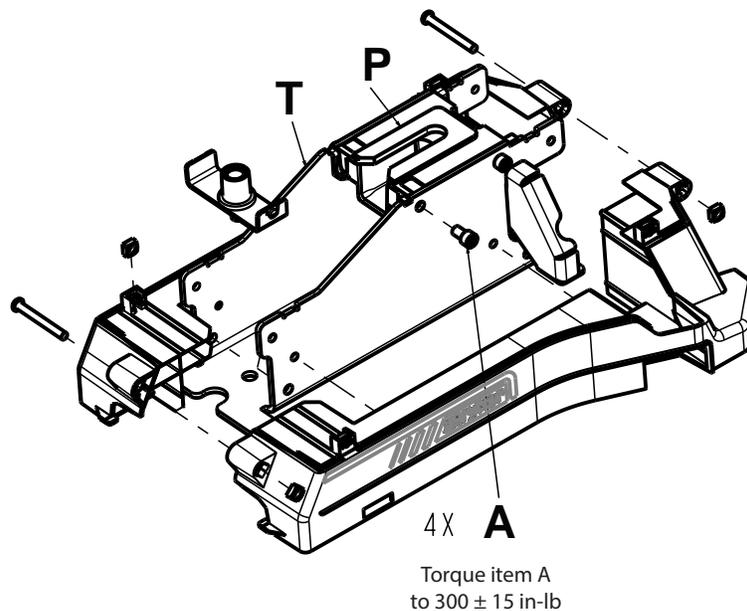

Figure 2 – Remplacement de l'interface côté tête
2. À l'aide d'une clé à 6 pans de 1/4 po, enlever les quatre vis (A) reliant l'interface côté tête (P) à l'ensemble soudé du côté tête (T) (Figure 2). Conserver les vis.
**Remarque** - Serrer l'article (A) à  $300 \pm 15$  po-lb.